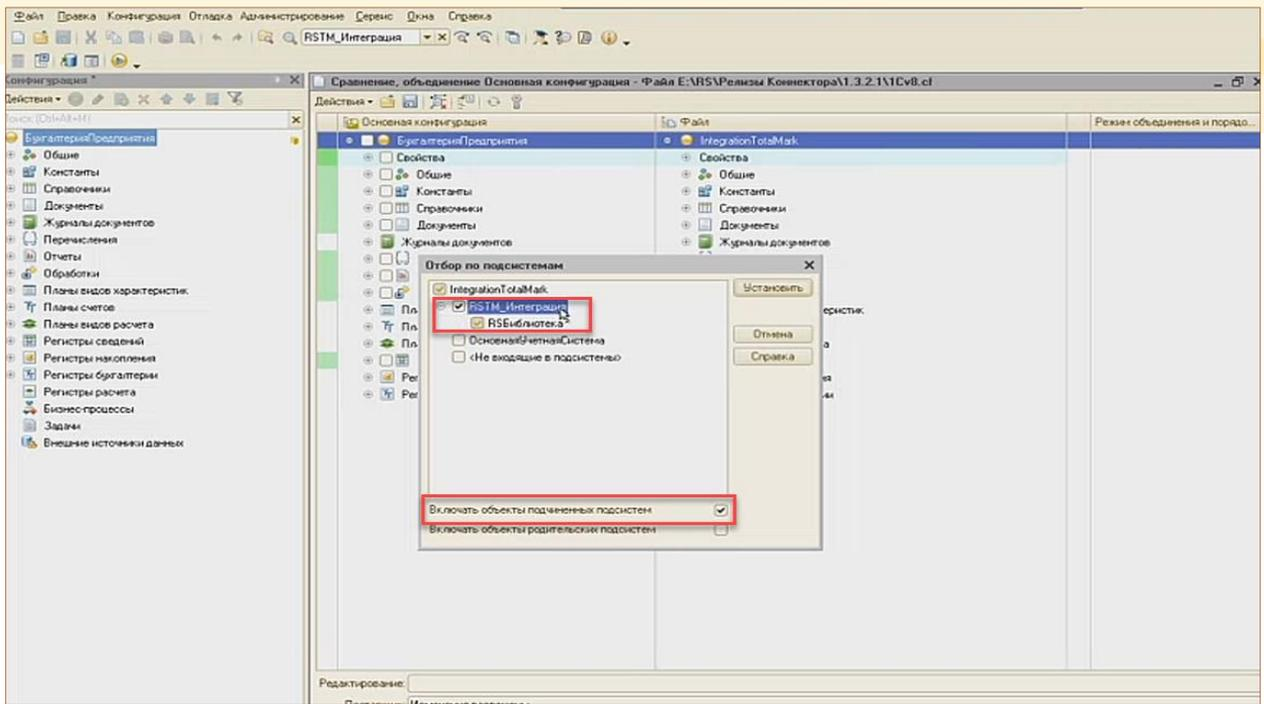

Рис. 11.9 - Объединение конфигураций
- Требуется установить флажки только для подсистемы RSTM\_Интеграция и RSБиблиотека. А также необходимо включить объекты подчиненных систем (Рис. 11.9).